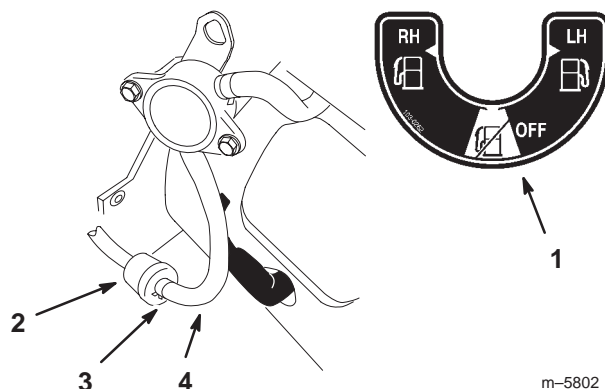

Figure 42
- Fermez le robinet d'arrivée de carburant sur la console (Fig. 42).
- Posez un filtre neuf et rapprochez les colliers de fixation du filtre pour fixer le flexible d'alimentation (Fig. 42).
2. Fermez le robinet d'arrivée de carburant (Fig. 42).
3. Desserrez le collier de serrage au niveau du filtre à carburant et repoussez-le le long de la conduite d'alimentation pour l'éloigner du filtre (Fig. 42).
4. Débranchez la conduite d'alimentation du filtre (Fig. 42). Ouvrez le robinet d'arrivée de carburant et laissez l'essence s'écouler dans un bidon ou un bac de vidange.
5. Raccordez la conduite d'alimentation au filtre. Rapprochez le collier de serrage du filtre pour fixer la conduite d'alimentation (Fig. 42).